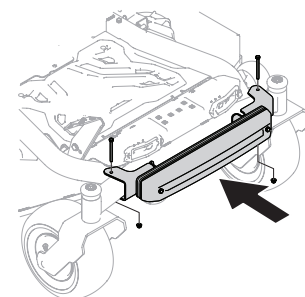

Figura 24
2. Centre visualmente el conjunto de barra de pesas en el tractor y con dos tornillos de cabeza hexagonal de 7/16" (710-3279) y dos tuercas (712-04065) sujete el conjunto de contrapeso al tractor como se indica en la Figura 24.